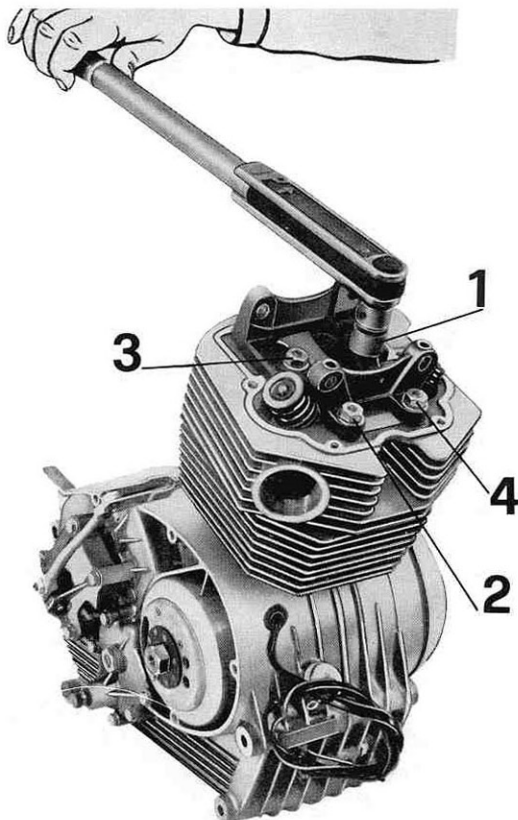

Fig. 30
- i dadi avvitantoli sui tiranti di fissaggio testa-cilindro al basamento senza bloccarli a fondo. Il bloccaggio dei quattro dadi deve avvenire con chiave dinamometrica ad una coppia di serraggio di kg/m 3 osservando l'ordine di bloccaggio di fig. 30 (1-2-3-4). Registrare il gioco tra bilancieri e valvole adoperando apposito spessimetro numero 12909090 (C di fig. 53) vedere capitolo "Regolazione gioco tra bilancieri e valvole" a pag. 32;